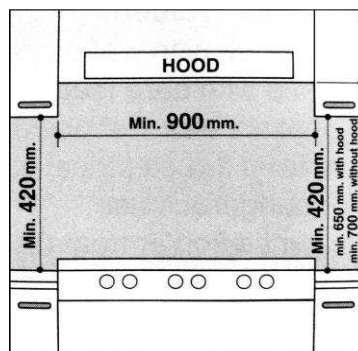

Abbildung 5
- c) Die Schränke sollten neben der Haube in einer Höhe von mindestens 420 mm positioniert werden (Abbildung 5).